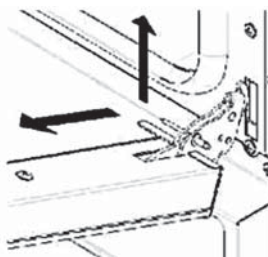

Fig. 7
- ridicați ușa ușor și scoateți-o (Fig. 7);